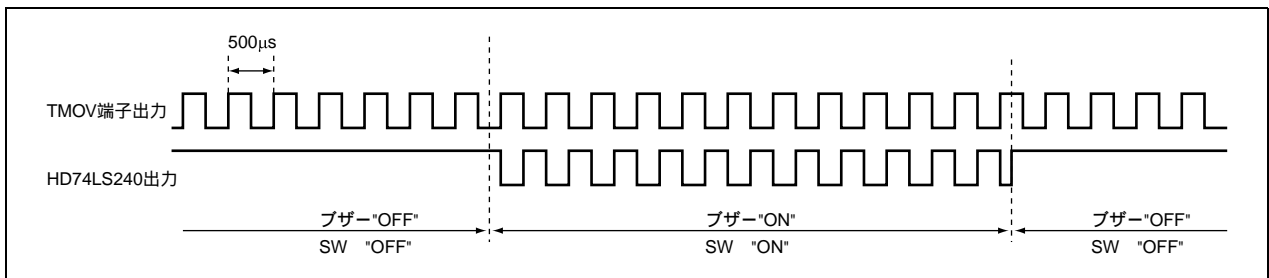

図 3.2 ブザー出力の動作原理
2. 図 3.2 にブザー出力の動作原理を示します。本タスク例では図 3.2 に示すように、SW を ON することにより 3 ステート出力インバータドライバ (HD74LS240) がイネーブルとなり、ブザーから 2kHz の周波数のブザー音が出力されます。